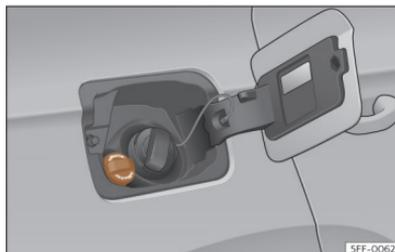

Fig. 194 Tapón de la boca de llenado del depósito de AdBlue®.
- Abra la tapa del depósito >>> **fig. 194**.
- Gire el tapón de cierre de la boca de llenado de SCR hacia la izquierda >>> **fig. 194.**